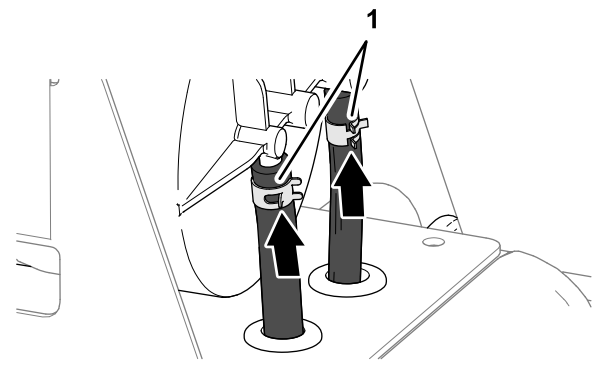

Bild 123
4. Befestigen Sie die Schläuche mit Schlauchklemmen an den Anschlussstücken (Bild 123)